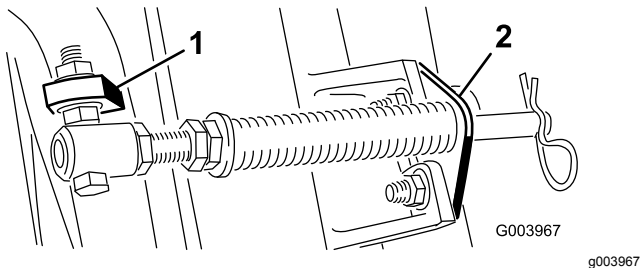

Bild 5
Hinweis: Positionieren Sie den Schraubenkopf zur Außenseite der Nase, wie in Bild 5 dargestellt.
- D. Montieren Sie die Stangenhalterung mit den Schlossschrauben und Muttern an den Schneideeinheiten (Bild 5).